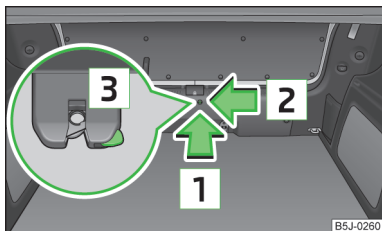

Fig. 19
- Insérez un tournevis ou un outil similaire dans l'ouverture de l'habillage dans le sens de la flèche **1** » fig. 19 jusqu'en butée.